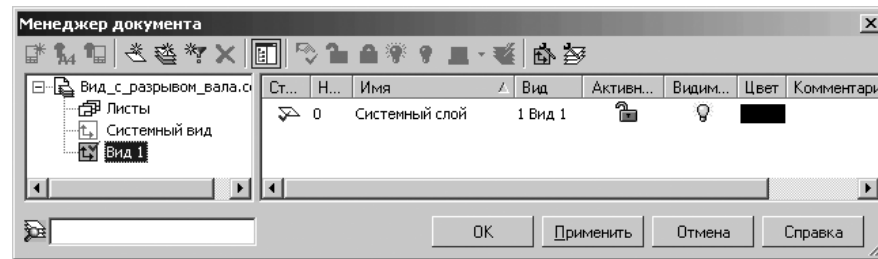

Рис. 4.172. Диалоговое окно Менеджер документа
- **Слой** вызывает диалоговое окно **Менеджер документа**, показанное на рис. 4.172;
- **Состояние видов** вызывает диалоговое окно **Менеджер документа** (рис. 4.172). В этом окне можно изменить параметры существующих видов и создать новые виды;